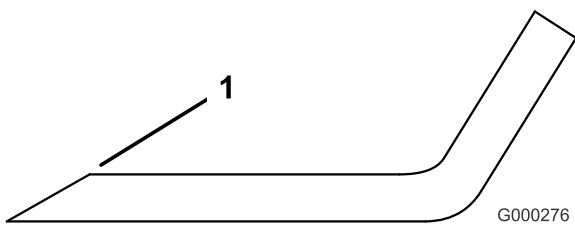

Figura 86
- Inspeccione los fillos de corte de todas las cuchillas, y afílelos si están romos o tienen mellas (Figura 86).
Nota: Afíle únicamente la parte superior del filo y mantenga el ángulo de corte original para asegurar un filo correcto (Figura 86). La cuchilla permanecerá equilibrada si se retira la misma cantidad de metal de ambos bordes de corte.